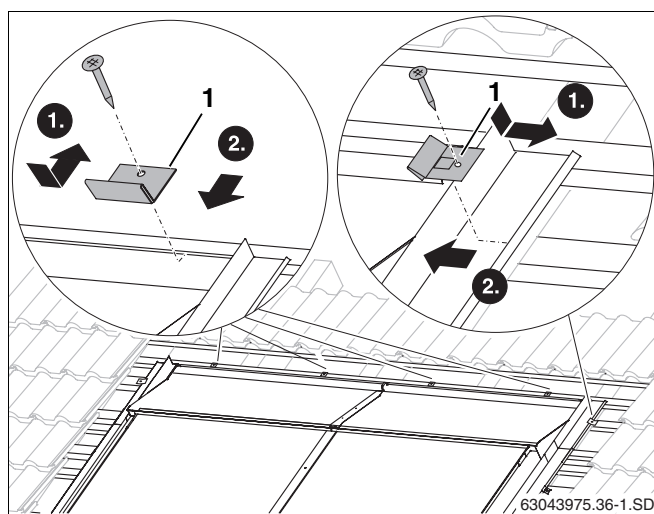

Рис. 60 Крепление накладных листов прихватами
- Уложить прихват (рис. 60, поз. 1) в кант накладного листа.